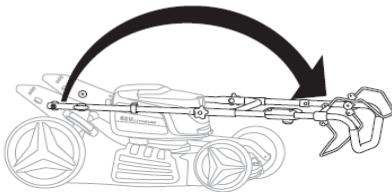

Рис. 40
3. Ослабьте замки на нижней рукоятке, сложите рукоятку в положение хранения и затяните замки (Рис. 40).